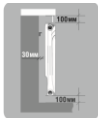

Рис. 1
- 4.3. Монтаж радиатора на стену. Для обеспечения максимальной теплоотдачи радиатора необходимо соблюдать монтажные расстояния, указанные на рис.1. Для радиаторов до 10 секций используйте 3 кронштейна. Для радиаторов с 11 и больше секций используйте 4 кронштейна (2 сверху и 2 снизу).